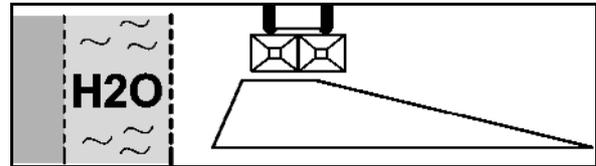

Fig. 75
2. Grabenstreuen nach Düngeverordnung (Fig. 75):